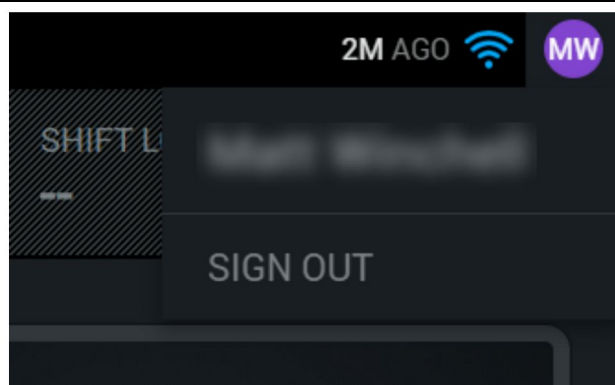

Рисунок 6
4. Якщо оператор бажає вийти із системи, натисніть ініціали оператора у верхньому правому куті екрана, як показано на рис. 6 .